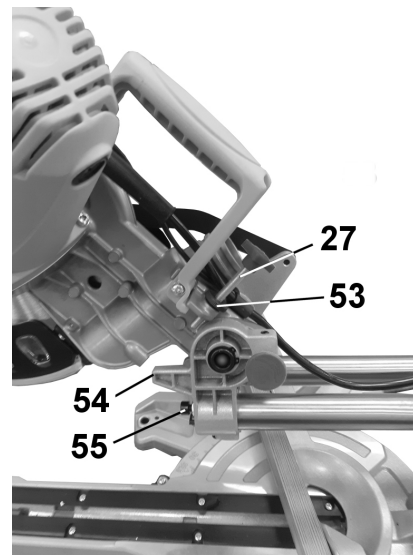

Рис. 14
Положение упорного винта (55), Рис.14, ограничивает максимальное опускание пильного диска (13). Для регулировки максимальной глубины опускания пильного диска (13) ослабьте контргайку винта (55), Рис.14.
Отрегулируйте и зафиксируйте контргайкой положение винта (55) так, чтобы пильный диск не касался конструкции пилы, Рис.14.
Ограничение глубины пропила регулируется вращением винта (27), Рис.14. для чего ослабьте гайку (53), закрутите винт (27) до требуемой высоты пильного диска (13) относительно плоскости поворотного стола (20).